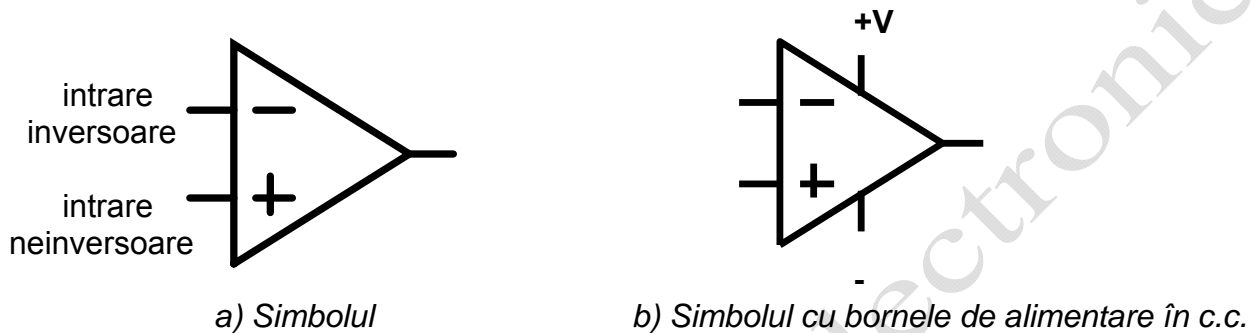

Figura 9.1.3. Simboluri AO
Simbolul standardizat al amplificatorului operațional(AO) este prezentat în **figura 9.1.3(a)**. El prezintă două borne de intrare – **intrarea inversoare (-)** și **intrarea neinversoare(+)** și o **bornă de ieșire**. Un AO obișnuit trebuie alimentat cu două tensiuni continue, una pozitivă și cealaltă negativă, ca în **figura 9.1.3(b)**. De obicei, bornele de alimentare cu tensiune continuă nu sunt reprezentate în simbol, pentru simplificare, însă prezența lor este totdeauna subînțeleasă. În **figura 9.1.4** sunt prezentate 2 tipuri de capsule pentru AO LM 741.